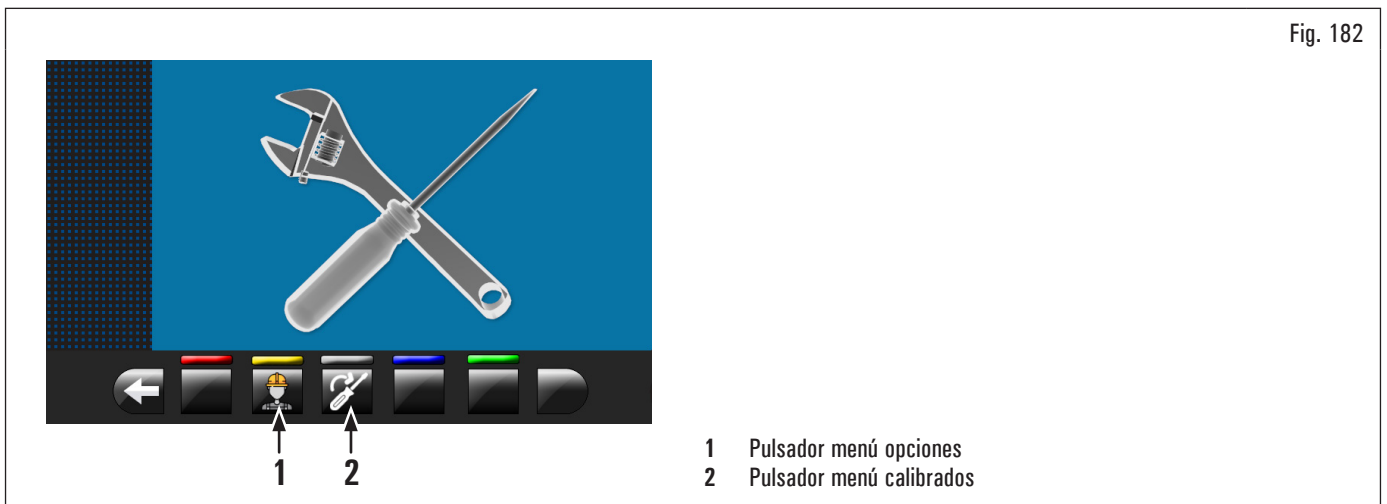

Fig. 182
Apretando el pulsador (Fig. 182 ref. 1), en el monitor comparece la pantalla de activación/desactivación opciones como visualizado después:
Apretando el pulsador  (Fig. 182 ref. 2) comparece en el monitor la siguiente pantalla: